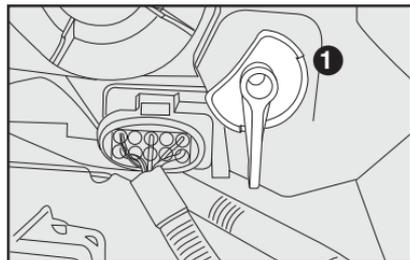

fig. 106
**Posición 1-fig. 106** - vehículo con carga normal.